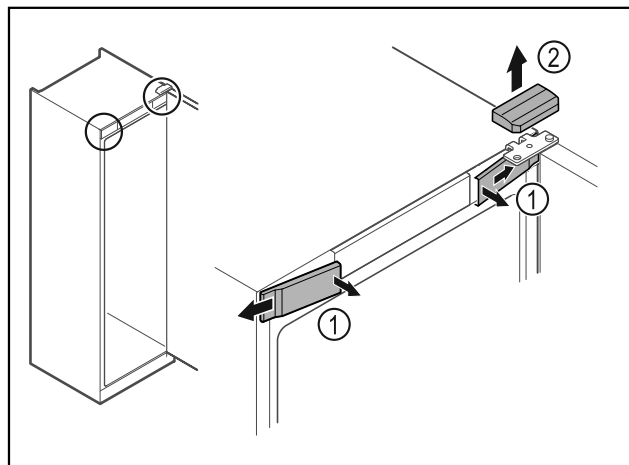

Fig. 8
- ▶ Pattintsa ki belül az előlő burkolatokat Fig. 8 (1), és tegye félre.
- ▶ Vegye le felfelé a felső burkolatot Fig. 8 (2).